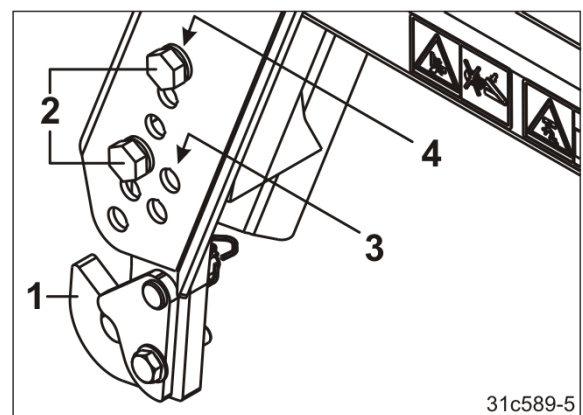

図 107
1. 拘束フック（図 107/1）をそれぞれ 2 本のねじ（図 107/2）でリフトフレームに固定してください。
- ・ 穴群（図 107/3）
- ・ 穴群（図 107/4）